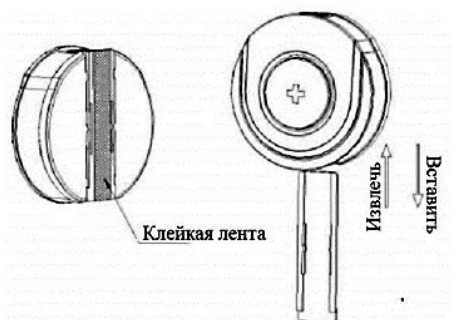

Рисунок 3.
3. Датчик крепится к площадке на салазках, площадка клеится к поверхности установки. Сориентируйте площадку так, чтобы датчик ячейки надевался сверху (см. Рисунок 3).